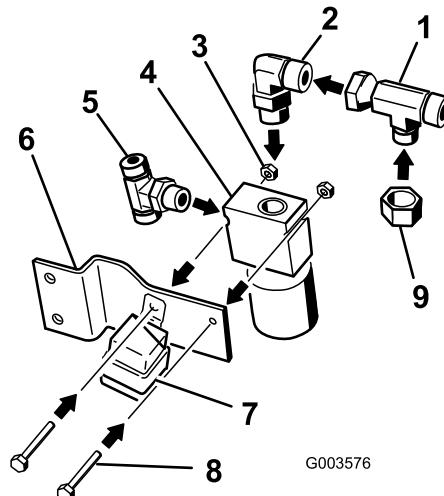

Figura 11
1. Montate i raccordi rispettando gli angoli illustrati nelle figure. Montate il raccordo a T sul lato della valvola. Fate riferimento alla Figura 11 per sapere qual è il raccordo a T corretto.
2. Montate un gomito a 90° piccolo sopra la valvola (Figura 11).
3. Montate l'adattatore a T sul gomito a 90°. Fate riferimento alla Figura 11 per sapere qual è il raccordo a T corretto.
4. Montate il tappo sull'adattatore a T (Figura 11).
6. Installate la valvola sulla relativa staffa con 2 bulloni (1/4 x 1-3/4 poll.) e 2 dadi (1/4 poll.) (Figura 11).